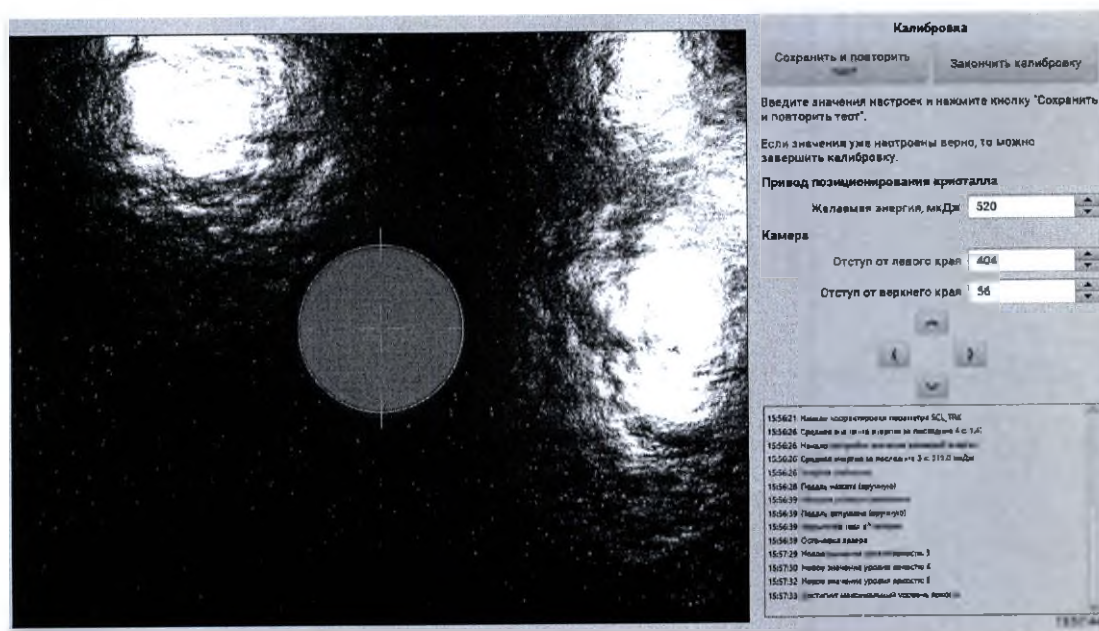

Рис. 8.2: Окно калибровки лазера по фотобумаге (конец)
7. Нажмите педаль и удерживайте её, пока генерация не прекратится. После окончания абляции окно калибровки по фотобумаге примет вид рис. 8.2.